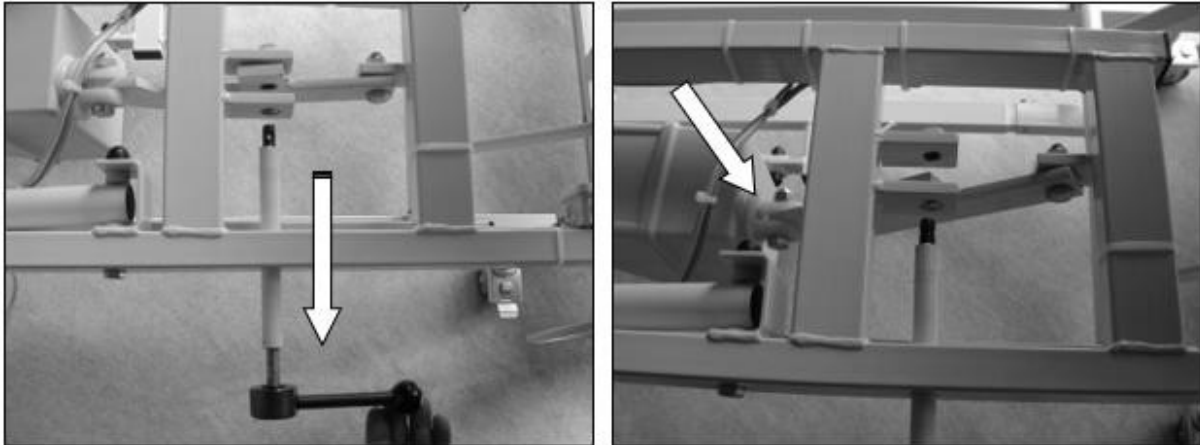

Figure 19 : Procédure de déverrouillage du moteur vertical
- Basculer lentement le plan de couchage en position horizontale (cf. figure 19)